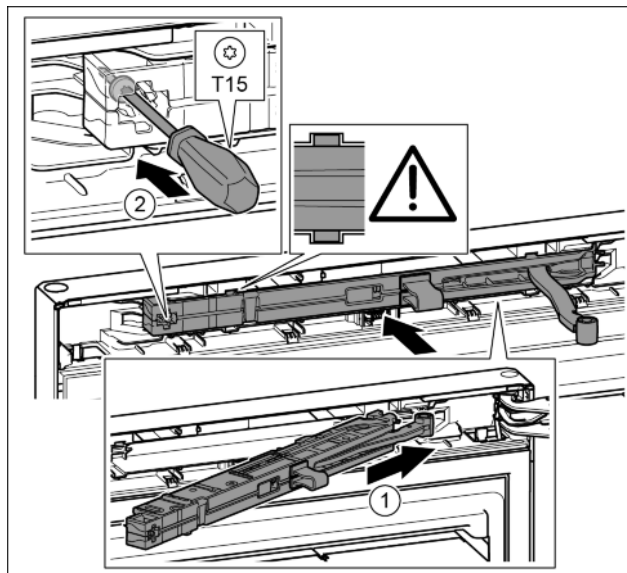

Fig. 24
- ▶ Sluitdempeereenheid aan de zijde van de lagerbus tot de aanslag schuin in de uitsparing schuiven. Fig. 24 (1)
- ▶ Schroef met een schroevendraaier T15 vastschroeven. Fig. 24 (2)